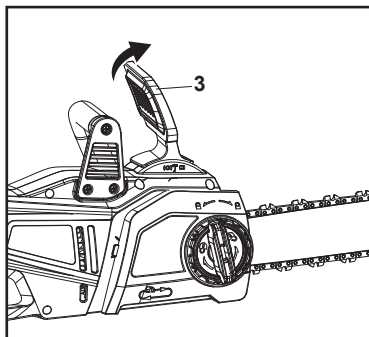

Fig. 15. Freno de cadena activado
Freno de cadena activado: cuando la palanca de freno de la cadena (3) está en la posición de activación, la cadena se detiene de inmediato (Fig. 15).